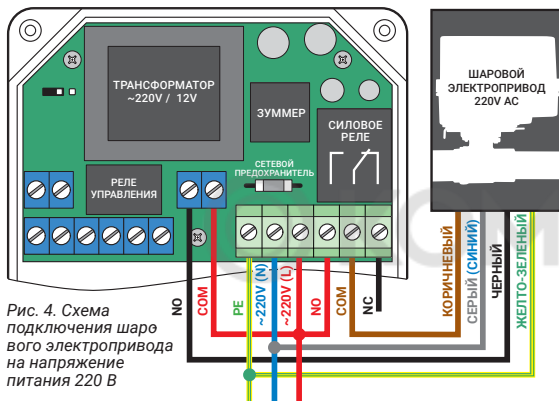

Рис. 4. Схема подключения шарового электропривода на напряжение питания 220 В
6.1. Рис. 4. Схема подключения шарового электропривода с напряжением питания 220 В. Дополнительные электроприводы подключаются параллельно. **L** – фаза 220 В; **N** – рабочий проводник; **PE** – защитный проводник (земля); **COM** – управляющий провод.